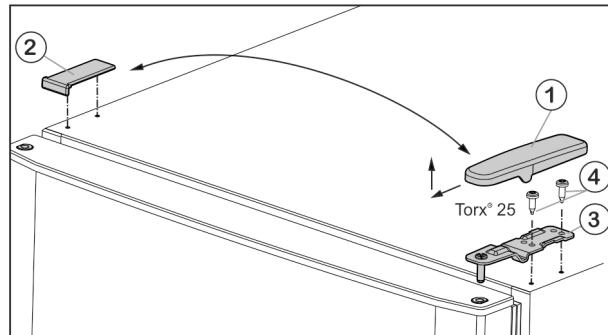

Fig. 5
- Потяните крышку Fig. 5 (1) вперед и вверх.
- Снимите крышку Fig. 5 (2).
- Открутите верхний опорный кронштейн Fig. 5 (3) (2 шт. Torx® 25) Fig. 5 (4) и вытяните вверх.
- Установите верхний опорный кронштейн Fig. 5 (3) на новой стороне шарнира и защелкните в дверце.
- Привинтите верхний опорный кронштейн **(с моментом 4 Нм)** (2 шт. Torx® 25) Fig. 5 (4). При необходимости используйте аккумуляторный шуруповерт.
- Наденьте и защелкните крышку Fig. 5 (1) на противоположной стороне снаружи.
- Также наденьте сверху и защелкните крышку Fig. 5 (2) на противоположной стороне.